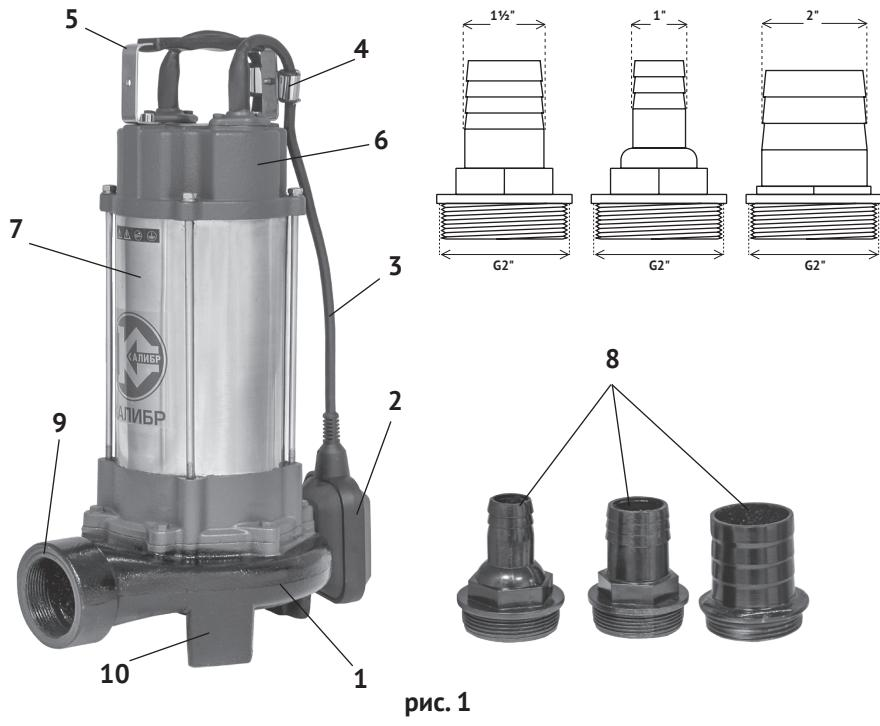
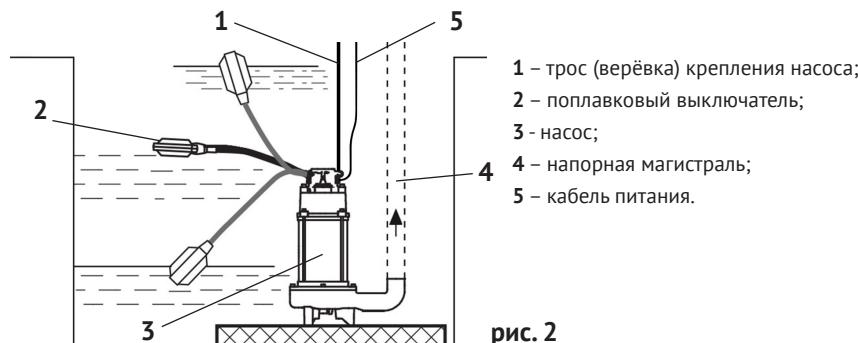

рис. 1
рис. 2
4.1 Общий вид насоса представлен на рис.1
Корпус двигателя (рис.1 поз.7) из нержавеющей стали, закреплён между чугунными: корпусом насоса (рис.1 поз.1) и крышкой (рис.1 поз.6). Такая конструкция обеспечивает долговечность эксплуатации насоса. Насос подключается к сети кабелем питания со штепсельной вилкой с заземляющим контактом. Насос начинает работу при подключении к сети питания. Термопротектор в обмотке статора отключает насос при повышении температуры обмоток.
Переходной штуцер (рис.1 поз.8) имеет соединение «ёлочка», для подключения шланга напорной магистрали.
6.2 Вкрутите в выходной патрубок (рис.1 поз.9) переходной штуцер (рис.1 поз.8). Смонтируйте и присоедините к переходному штуцеру напорную магистраль.
6.3 Насос оснащён поплавковым выключателем, который отрегулирован на определённый уровень отключения/включения насоса, как изображено на рис.2. Убедитесь, что при минимальном уровне воды насос отключается.
6.4 Для установки других пределов регулировки, следует изменить "вылет" поплавка относительно зажима крепления (рис.1 поз.4) на крышке корпуса двигателя (рис.1 поз.6). Проверьте, что уровень воды в пределах поля регулирования по отношению к перекачиваемому объёму, не потребует от насоса 30-ти и более включений в час. Частые коммутации выключателя сокращают срок службы насоса.
6.5 Привяжите верёвку (трос) к рукоятке (рис.1 поз.5) насоса. Кабель питания (рис.2 поз.5) можно закрепить на этой верёвке.
6.6 Резервуар (ёмкость) размещения насоса должен иметь размеры, соответствующие размерам насоса вместе с полем свободной регулировки поплавкового выключателя (рис.2 поз.2).